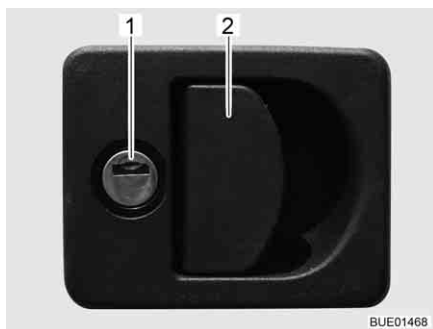

Fig. 33 Serratura dello sportello con impugnatura
- Inserire la chiave nel cilindro della serratura (Fig. 33,1) e ruotare di un quarto di giro. La serratura dello sportello è sbloccata.
- Tirare la maniglia della serratura (Fig. 33,2). In questo modo si apre lo sportello esterno.